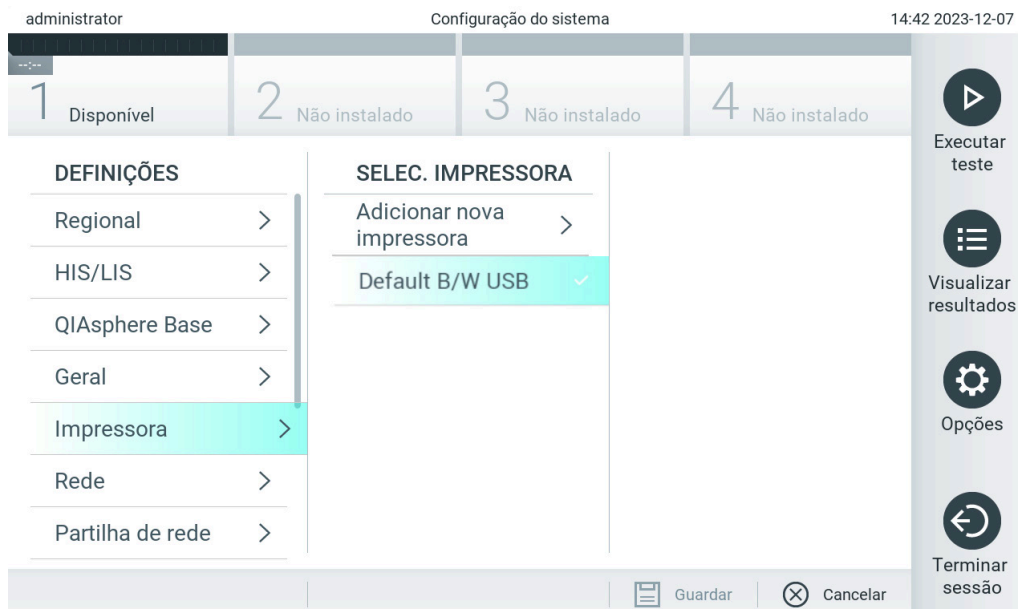

Figura 103. Instalação da impressora com o controlador predefinido.
2. Selecione a impressora predefinida designada Default B/W USB (USB P/B predefinido) (Figura 103).